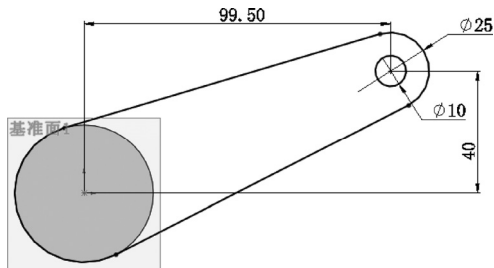

图 10-7 绘制草图 2
**02** 绘制草图 2。在左侧的“FeatureManager 设计树”中用鼠标选择“基准面 1”作为绘制图形的基准面。单击“草图”控制面板中的“转换实体引用”按钮、“圆”按钮、“直线”按钮和“剪裁实体”按钮，绘制图 10-7 所示的草图并标注。